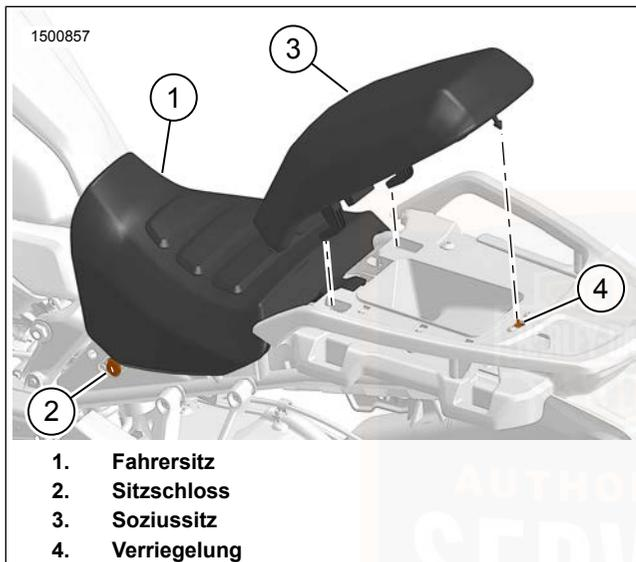

Abbildung 87. Soziussitz
1. Siehe Abbildung 87. Den Schlüssel in das Sitzschloss (2) stecken.
2. Den Schlüssel drehen, um die Verriegelung (4) zu entsperren.
3. Zum Entfernen erst anheben und dann nach hinten auf den Soziussitz (3) heben.
4. Zum Entfernen erst anheben und dann nach hinten auf den hinteren Teil des Fahrersitzes (1) heben.
2. Den hinteren Teil des Fahrersitzes (1) in seine Position absenken.
3. Siehe Abbildung 87. Die Zungen am Soziussitz (3) in die Schlitze der Sitzhalterung einrasten lassen.